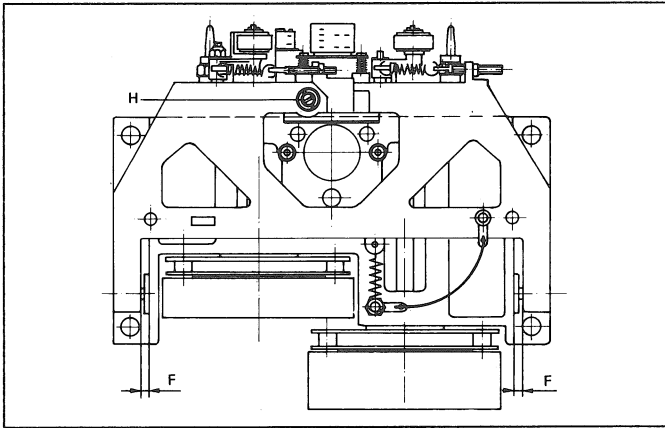
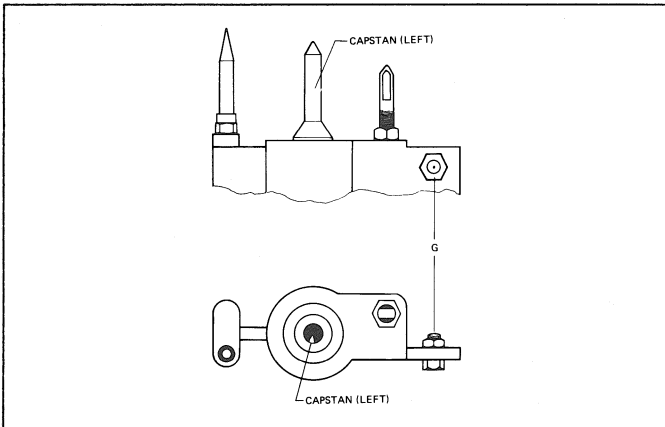

Fig. 3.3
Fig. 3.4
Der Schwenkträger ist über eine Erdungslitze neben der Rückzugsfeder geerdet (Fig. 3.3, Ansicht von unten)
- kontrollieren, ob die beiden Gewindestifte an den Drehpunkten des Schwenkträgers so eingestellt sind, dass auf beiden Seiten der Abstand [F] Schwenkträger - Doppelcapstanträger gleich gross ist (Fig. 3.3). Der Schwenkträger muss sich spielfrei und leichtgängig in den Drehpunkten bewegen. Falls nötig, die Gewindestifte entsprechend verstellen. Hierzu mit dem Spezialschraubendreher (Best. Nr. 46161) die Schlitzmutter auf den Gewindestiften zuerst lösen, nach der Einstellung wieder festdrehen.
- wenn die Gewindestifte neu eingestellt werden müssen, anschliessend die Zentrierschraube [G] (Fig. 3.4) im Doppelcapstanträger gelöst werden. Den Schwenkträger nach oben drücken, bis die Spitze des Gewindestiftes [H] (Fig. 3.3) in die Zentrierschraube eintaucht, und diesen dadurch neu zentriert.
- die Eintauchtiefe wird mit der Einstellschraube [H] (Fig. 3.3) so eingestellt, dass das andere Ende des Mess-Schiebers sich im Bereich der eingefrästen Markierung befindet